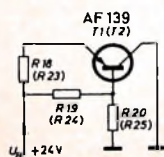

Bild 2. Zuführung der Betriebsspannung beim Vor- und Mischstufen-Transistor
2. Der Transistor SE 3001 schwingt zuverlässig bis 900 MHz, und damit ist der Einblock-Tuner auch im Hinblick auf kommende Fernsehprogramme zukunftssicher. Die drei Transistoren werden in Basisschaltung betrieben. Die Betriebsspannung  $U_B = +24$  V gelangt zur Vor- und Mischstufe über zwei untereinander identische Spannungsteiler (Bild 2).